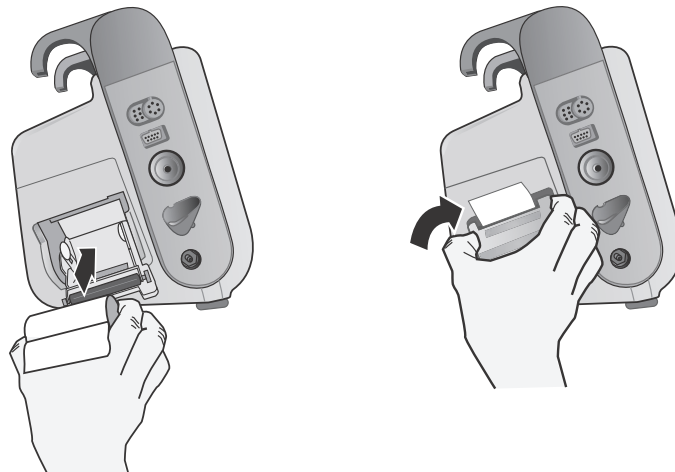

Abbildung 18-2. Einlegen des Papiers und Schließen der Druckerklappe
- Legen Sie das Papier wieder ein und schließen Sie die Klappe (siehe Abb. 18-2).